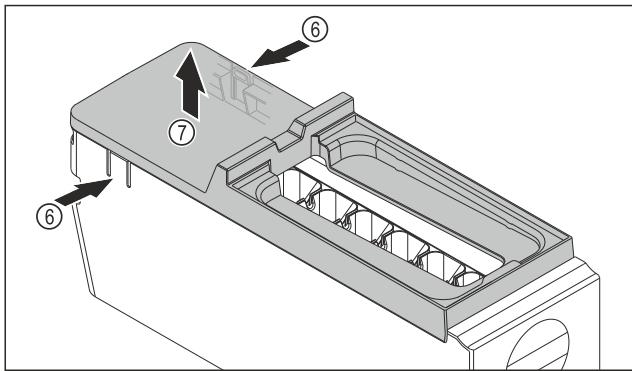

Fig. 92
- Odstráňte kryt korpusu EasyTwist-Ice: strmene Fig. 92 (6) na oboch stranach korpusu EasyTwist-Ice zatlačte rukou.
- Kryt Fig. 92 (7) odoberte druhou rukou smerom nahor.